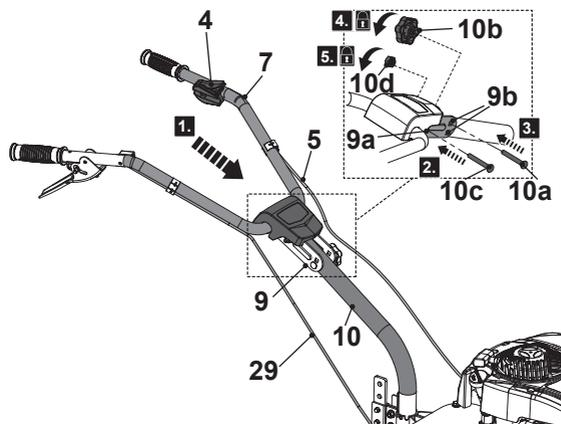

Fig. 5
2. Mantenga la parte superior del manillar (7) con la palanca del acelerador (4) mirando hacia adelante y después coloque el soporte con forma de U (9) en la zona alta de la parte inferior del manillar (10) (fig. 5, paso 1).
3. Asegúrese de que el cable del acelerador (5) y el cable del embrague (29) pasan por la parte alta de las barras del manillar (7, 10).
4. Alinee los agujeros de montaje (9a) del soporte con forma de U (9) con los de la parte inferior del manillar (10) y, a continuación, pase el tornillo de bloqueo (10c) por los agujeros de montaje del extremo (fig. 5, paso 2).
6. Ponga la parte superior del manillar (7) en la posición alta o baja, alinee los orificios de posicionamiento (9b) del soporte con forma de U (9) con los de la parte inferior del manillar (10) y, a continuación, pase el tornillo de posicionamiento (10a) por los orificios de posicionamiento del extremo (fig. 5, paso 3).
7. Enrosque la perilla (10b) en el tornillo de posicionamiento (10a) girando en el sentido de las agujas del reloj y apriétela (fig. 5, paso 4).
8. Apriete la tuerca (10d) en la rosca del tornillo de bloqueo (10c) para fijar la posición de la parte superior del manillar (7). (fig. 5, paso 5).